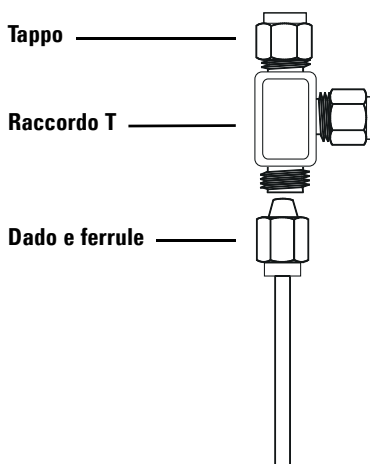

Figura 17 T Swagelok
- 1 Tagliare il tubo dove si desidera installare il T. Collegare il tubo e il T con un raccordo Swagelok. Vedere Figura 17.